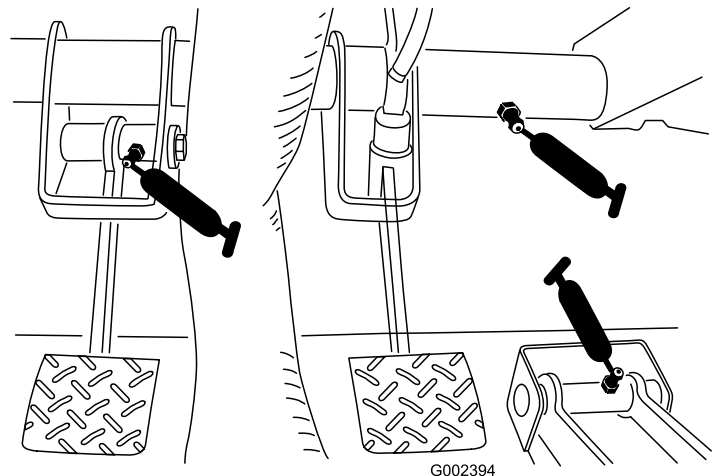

Figura 31
- **Embraiagem (1);** consulte Figura 31
- **Acelerador (1);** consulte Figura 31
- **Travão (1);** consulte Figura 31